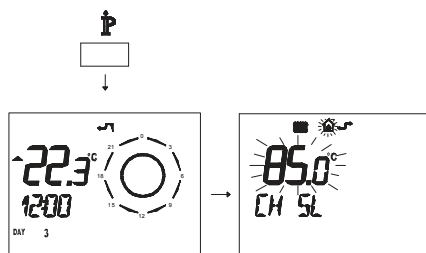

Figura 5.39
- Pulse durante más de 3 segundos el botón para entrar en la modalidad **INFO** (Figura 5.39).